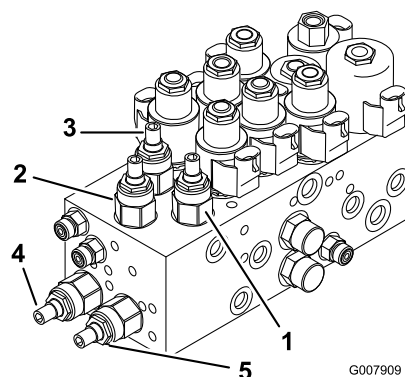
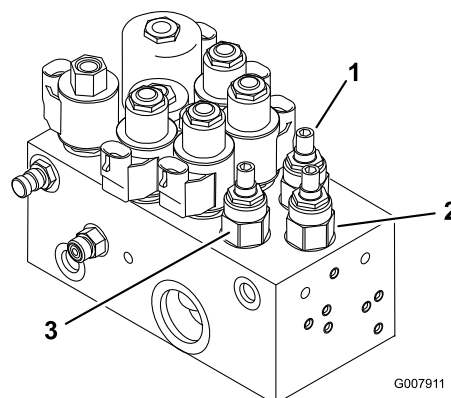

Figure 87
Figure 88
1. Repérez les vannes sur le collecteur de relevage afin de régler le(s) plateau(x) de coupe voulu(s) (Reportez-vous au tableau et aux Figure 87 et Figure 88).